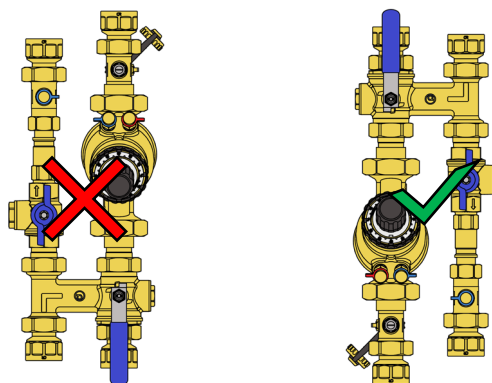

Fig.2
- ⚠ Válvula FilterBall®: dado que la válvula está equipada internamente con un filtro, no debe instalarse con el flujo orientado de abajo hacia arriba: en esta condición, de hecho, las impurezas capturadas no tendrían posibilidad de depositarse en correspondencia con el dispositivo. Se permite cualquier otra posición (**Fig.2**).